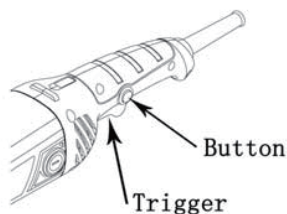

Рисунок 7
2) Сначала нажмите кнопку on/off (вкл/выкл), затем слегка нажимая переключатель on/off (вкл/выкл) (Рисунок 7).